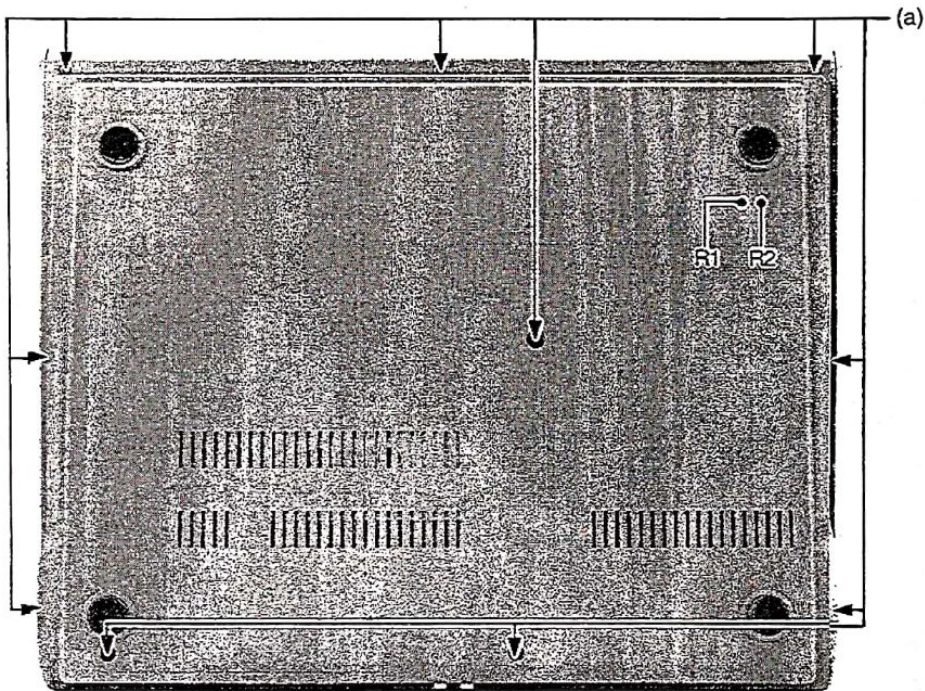

Fig. 2-1 図2-1
1. Refer to Figure 2-1 and remove the ten "a" screws from the bottom panel.
1. ボトム・ケースのネジ(a) 10本(図2-1)を外す。